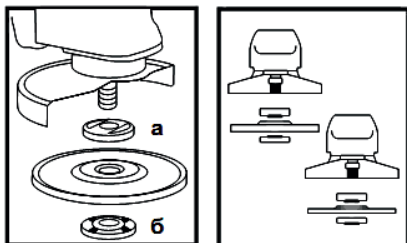

Рисунок 2
5.4 Установите на изделие шлифовальный либо отрезной диск. Для этого нажмите на кнопку фиксации шпинделя (1) и проверните шпиндель до такого положения, при котором он зафиксируется. С помощью вилочного ключа из комплекта изделия отверните и снимите зажимную гайку (б) (смотрите рисунок 2). Установите шлифовальный диск на посадочное место
фланцевой шайбы (а) (рисунок 2), наживите рукой зажимную гайку на шпиндель и затяните ее ключом из комплекта изделия.